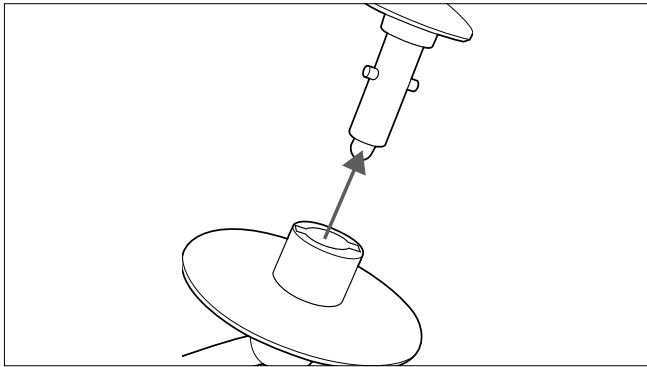

Abb. 9 – Rührwerkzeug auf die Aufnahme schieben
- ▶ Setzen Sie das Rührwerkzeug von unten in die Aufnahme im Schwenkarm (siehe Abb. 9).